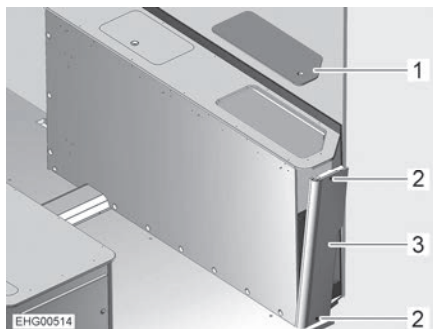

Bild 159 Sänglåda höger
- Ta av servicelucka (Bild 159,1).
- Skruva ur 2 skruvar (Bild 159,2).
- Ta tag i sänglådan uppifrån och tryck sidoplåten (Bild 159,3) lätt utåt.